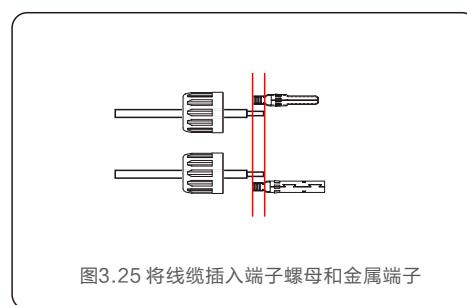

图3.25 将线缆插入端子螺母和金属端子
- 将线缆插入端子螺母和金属端子，注意线缆插入金属端子的深度（如图3.25所示）。